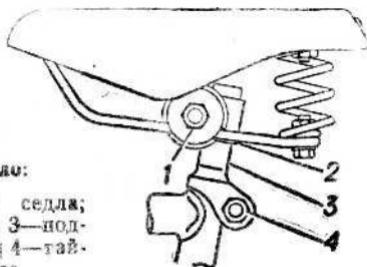

Рис. 1. Седло:
1. Установите седло по высоте так, чтобы велосипедист, сидя на седле, доставал пяткой вытянутой ноги педаль, находящуюся в крайнем нижнем положении. Для этого отверните гайку 4 (рис. 1) на 2—3 оборота, переместите седло на требуемую высоту и закрепите его.